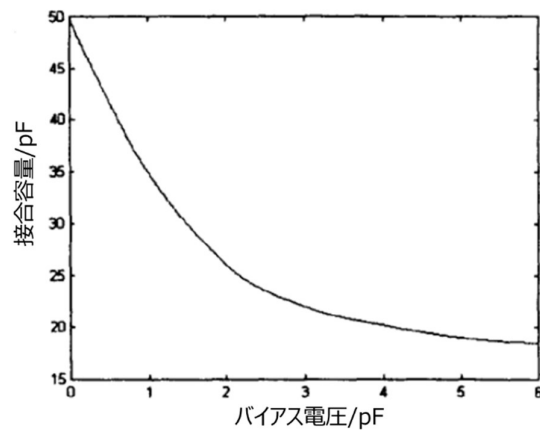

図1 接合容量とバイアス電圧の関係性
1) 電圧と接合容量の関係。モジュールの自己発生接合容量値は、バイアス電圧が異なると変化する。図1に接合容量とバイアス電圧の関係を示すので、接合容量を測定する場合は、まずバイアス電圧が印加されていることを確認する必要があり、バイアス電圧未印可(電圧が浮いている)の直接測定は参考値にならない。